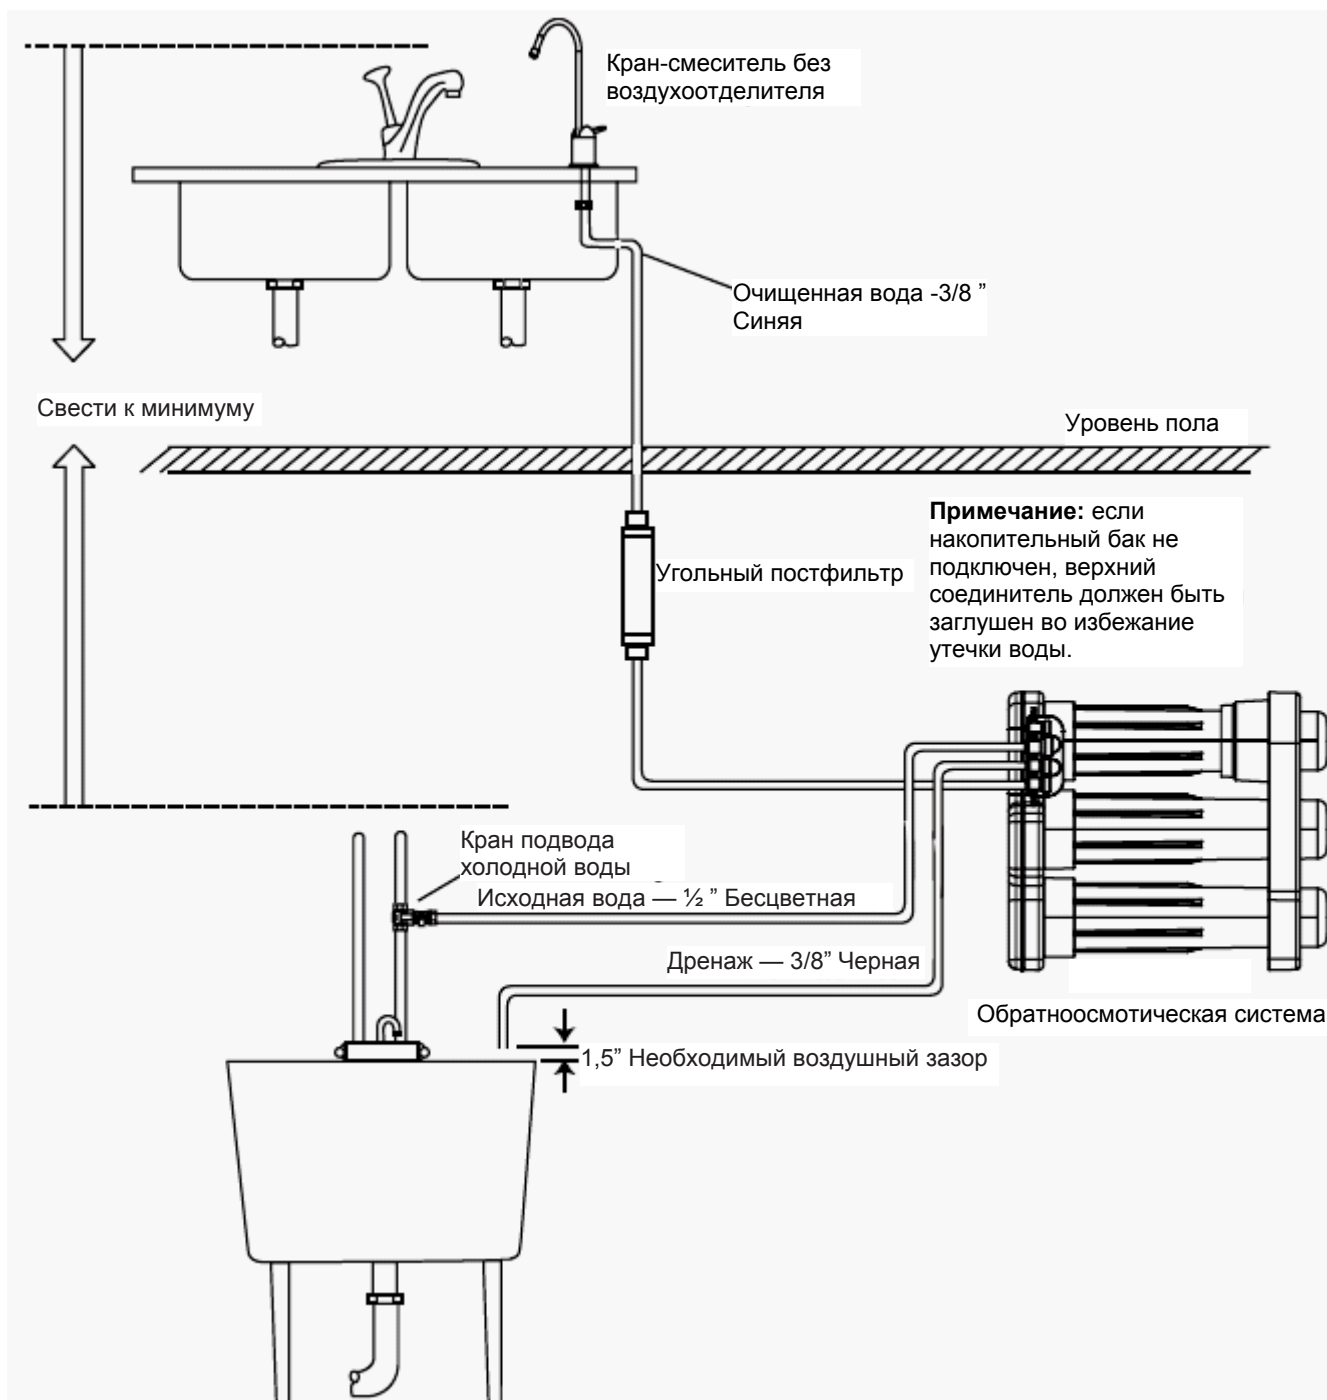

Рис. 1. Типичный пример установки системы в подвале
**ПРИМЕЧАНИЕ:** Рекомендуется подсоединять сливную трубу непосредственно к стоку в полу, стояку, и т.п. Однако, если это невозможно или нерационально, прилагаемый переходник сточной трубы позволяет подсоединять ее к сливной трубе раковины, всегда выше или до ловушки (рис. 1). Могут потребоваться дополнительные элементы трубной арматуры, помимо переходника.
На рис. 1 и 2 показаны соединения и правильные положения для установки. При правильном подсоединении шлангов к нужной арматуре, система будет работать корректно. Каждая арматура имеет на коллекторе характерный только для нее разъем с пазом. Помимо паза на каждой арматуре имеется графическое изображение, нанесенное на колене.